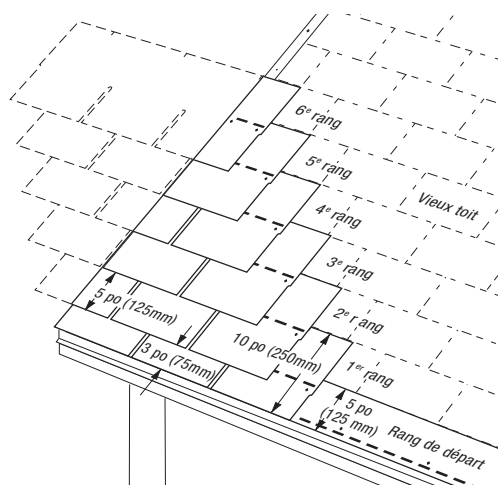

Figure 10-15 : Six décalés, six vers le haut, imbriqué.
- Coupez une bande de 6 po d'un côté ou de l'autre du premier bardeau de départ puis posez-le par-dessus la première rangée de vieux bardeaux, dans le coin inférieur gauche (Figure 10-15).
- La première rangée est composée de bardeaux de 10 po par 36 po fabriqués en coupant 2 po du bas des languettes de bardeaux ordinaires (Figure 10-15).
- Coupez 6 po du côté gauche d'un bardeau entier. Aboutez le bord supérieur de ce bardeau de 12 po par 30 po contre le bord inférieur du bardeau de l'ancienne quatrième rangée. Alignez le rebord gauche du bardeau avec le rebord gauche de la première rangée (Figure 10-15).
- Posez ce bardeau de 24 po par-dessus la deuxième rangée, en laissant les languettes de 5 po de la seconde rangée exposées. Le bord supérieur du nouveau bardeau de cette rangée devrait être abouté au bas de la cinquième rangée des anciens bardeaux (Figure 10-15).